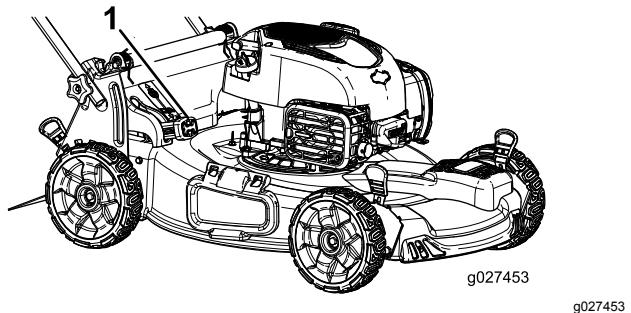

Figura 16
- **Per insaccare erba e sfalcio,** premete il pulsante sulla leva Bag-on-demand e spostatela in avanti fino a quando il pulsante sulla leva non si solleva di scatto (Figura 16).